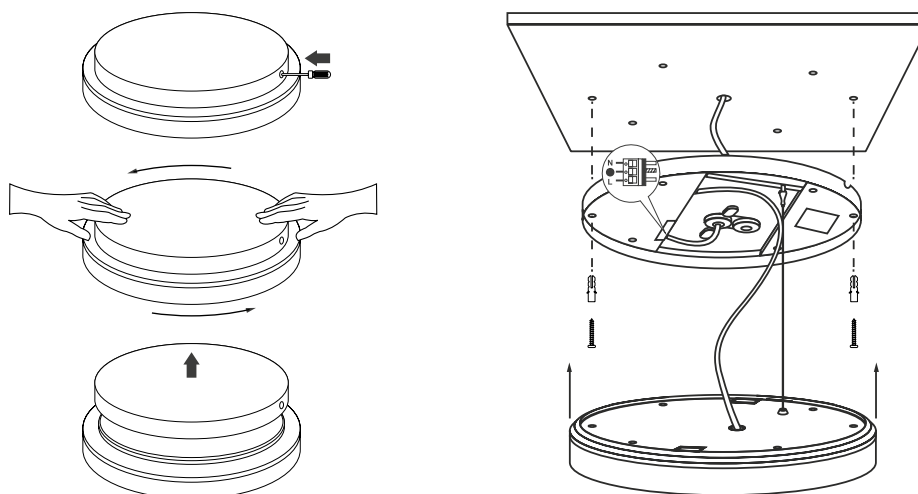

Рис. 2. Установка и подключение светильника
- Для переключения цветовой температуры воспользуйтесь переключателем CCT (см. рис. 2).